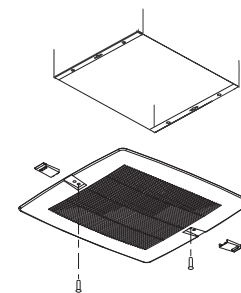

Figure 8 — Pose de la grille
3. Enfiler les couvre-vis sur les vis de fixation, voir Figure 8.